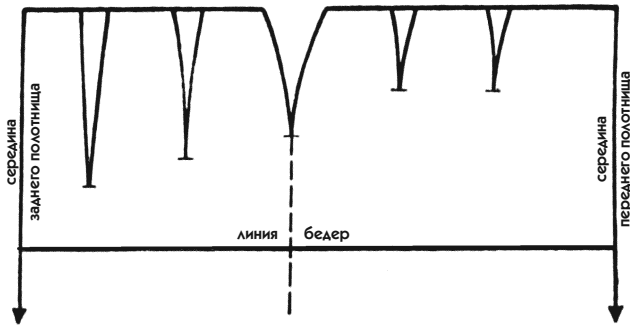

Рис. 79
2. Измените выпуклость боковой вытачки, сделав ее более короткой. В качестве примера возьмите рис. 79, где вытачка доходит до половины расстояния между линиями талии и бедер.
3. Из эстетических соображений измените длину второй вытачки на заднем полотнище, чтобы она заканчивалась на промежуточной высоте между первой и третьей (рис. 79).
В качестве примера эта вытачка начерчена слегка выпуклой, потому что того требует рельеф фигуры в этом месте (см. рис. 79). Выпуклость вытачки не имеет ничего общего с длиной.